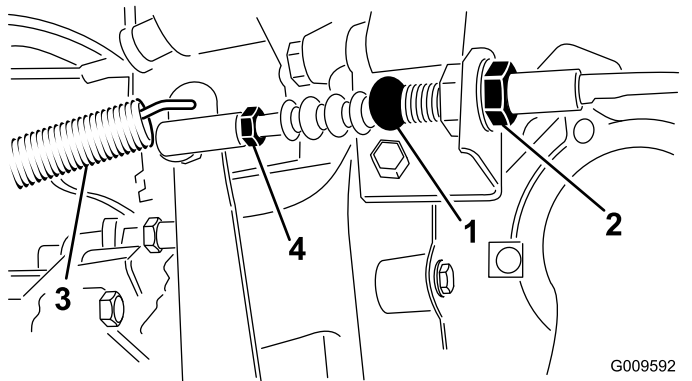

Figura 68
1. Alivie as porcas de retenção que fixam o cabo ao suporte no cárter do volante (Figura 68).